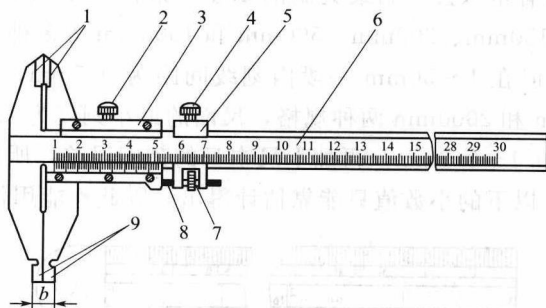

图 1-5 双面游标卡尺结构
② 双面游标卡尺 双面游标卡尺的结构如图 1-5 所示。为精确调整尺寸，在游标 3 上增加了微调装置 5。测量时，当量爪将要与被测量的工件相接触时，应拧紧紧固螺钉 4，转动微调螺母 7，通过螺杆 8 带动游标作微量移动。应当注意，当用下量爪测量孔径或槽宽时，其实际尺寸为读数加上下量爪 9 的厚度  $b$  ( $b$  一般为 10mm)。